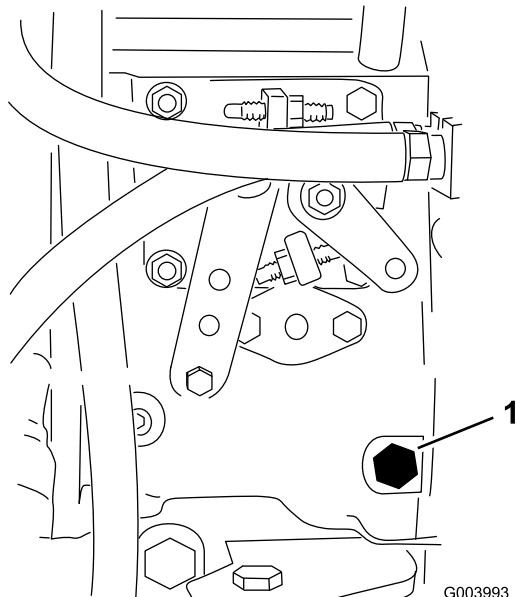

Bild 35
3. Öffnen Sie die Entlüftungsschraube an der Kraftstoffeinspritzpumpe (Bild 35) mit einem 12-mm-Schraubenschlüssel.